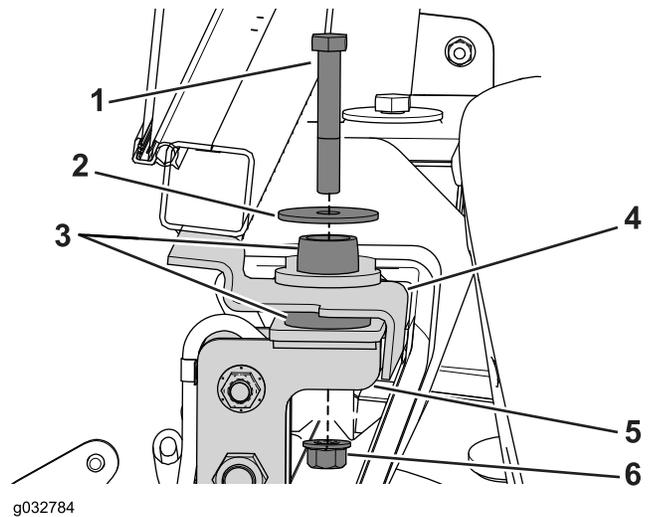

Figura 72
3. Inserite un supporto isolante in gomma in ciascuno dei punti di montaggio sul telaio della cabina (Figura 72).
4. Utilizzate il bullone ($\frac{1}{2}$ " x $3\frac{1}{4}$ "), la rondella grande e i dadi flangiati per fissare la cabina alla macchina (Figura 72).